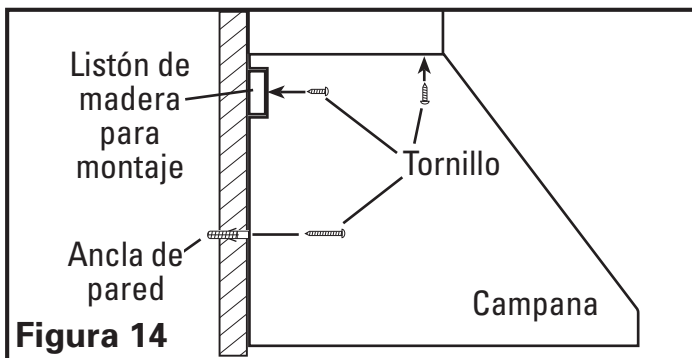

Figura 14
- Apoye la cavidad en la parte posterior de la campana sobre el listón de madera y asegure la campana a dicho listón con los tornillos de 19,05 mm incluidos a través de los orificios en la parte posterior de la campana que coinciden con el listón de madera (use 6 tornillos para anchos de 762 mm y 914,4 mm y 8 tornillos para anchos mayores) Asegure la parte inferior de la campana instalando los tornillos suministrados en los anclajes de pared (**Figura 14**).
- Desde el interior de la bóveda de la campana, asegure la campana al lado inferior del gabinete usando cuatro tornillos para madera (no incluidos) a través de las ranuras bocallave de la campana (**Figura 14**).